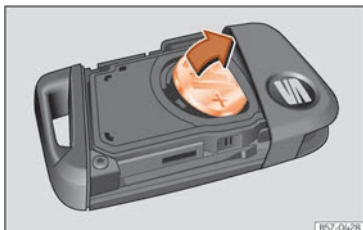

Abb. 50 Fahrzeugschlüssel: Batterie herausnehmen.
- Hebeln Sie die Batterie aus dem Batteriefach ab >>> [Abb. 50].
- Drücken Sie eine neue Batterie in das Batteriefach ein >>> ①.